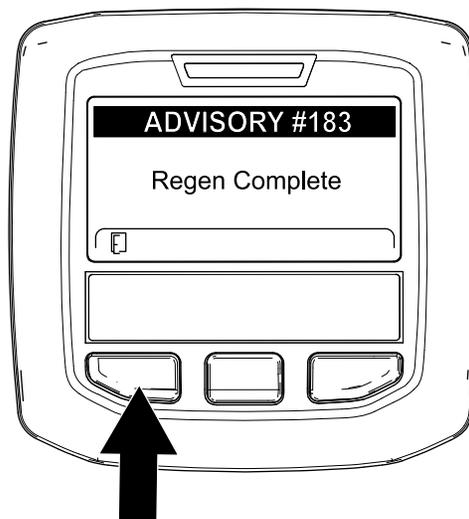

Рисунок 58
9. Когда компьютер двигателя завершает процесс стационарной или восстановительной регенерации, на дисплее инфо-центра появляется информационное сообщение № 183 (Рисунок 58). Для перехода на главный экран нажмите левую кнопку.